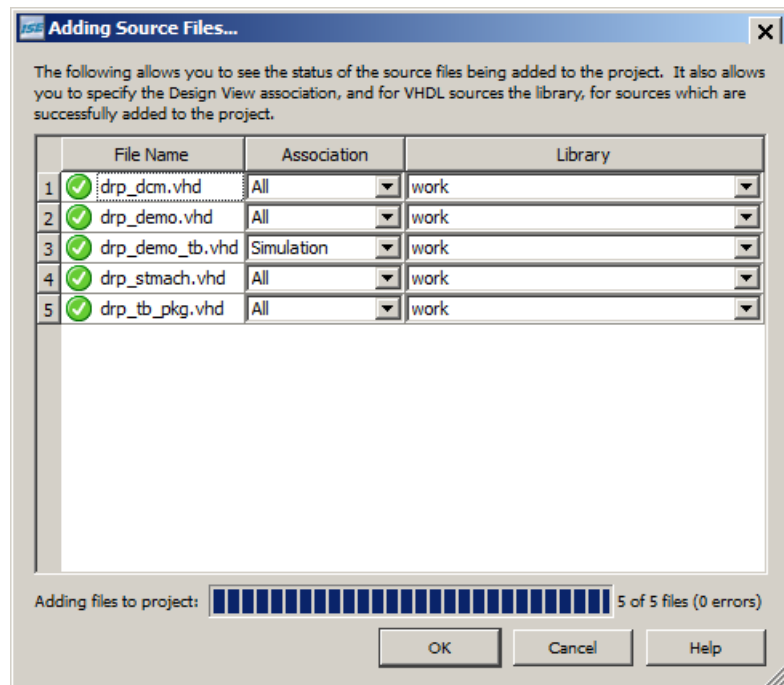

図 2-2 : [Adding Source Files] ダイアログ ボックス : ソース ファイルと関連付けのステータス
4. [Adding Source Files] ダイアログ ボックスで、これらのチュートリアル ソースに対して関連付けとライブラリが正しく設定されていることを確認します。図 2-2 と比較してください。